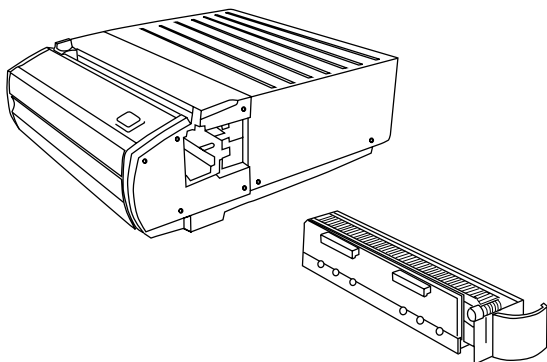

Figure 2
Removing Die Sets from the Machine (Figure 2): The interchangeable die set slot of the MP2500iX is located on the right front side of the machine. If a die set "M" is already installed in your MP2500iX, you can easily remove the die set by following these instructions:
Step 2: Securely grasp the handle and tug firmly (see Figure 2). This firm tug disengages the Automatic Latching Mechanism, and allows the die set to slide out.
(Abb. 2) Sie finden den Einschub für den auswechselbaren Locherblock an der Vorseite des **MP2500iX**. Ist bereits ein Locherblock "M" im **MP2500iX** installiert, können Sie diesen einfach entfernen. Gehen Sie dabei folgendermaßen vor:
- 2. Schritt:** Halten Sie den Griff fest und ziehen Sie kräftig daran (siehe Abb. 2). Mit einem kräftigen Ruck wird der automatische Verriegelungsmechanismus gelöst, so dass der Locherblock herausgezogen werden kann.
Retrait des ensembles de matrices de la machine : (figure 2) Le logement de l'ensemble matrice interchangeable de la **MP2500iX** est situé sur le côté avant droit de la machine. Si un ensemble matrice "M" est déjà installé dans la **MP2500iX**, il est possible de le retirer facilement en suivant ces instructions :
- Étape 2 :** Bien tenir la poignée et tirer fermement (voir figure 2). Ceci dégage le mécanisme de verrouillage automatique et permet à l'ensemble matrice de coulisser vers l'extérieur.